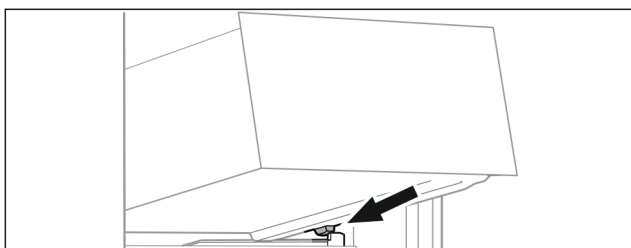

Fig. 64
- ▶ Założyć szufladę pod skosem za stoperami na zębro pojemnika. (patrz Fig. 64)